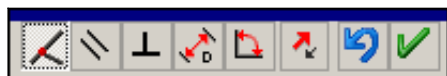

Рис. 4.6. Всплывающая стандартная панель сопряжений
2. Выберите в графической области нужные элементы для создания сопряжений (кромки, грани, вершины, точки и линии эскиза, плоскости, оси). Если выбираются элементы для создания стандартных сопряжений, то появляется всплывающая панель стандартных сопряжений, которая динамически меняется в зависимости от выбранных объектов (рис. 4.6). Система автоматически определяет тип сопряжения, и компоненты перемещаются, отображая предварительный вид. Нажмите  для принятия сопряжения или выберите другой вид сопряжения, если необходимо.